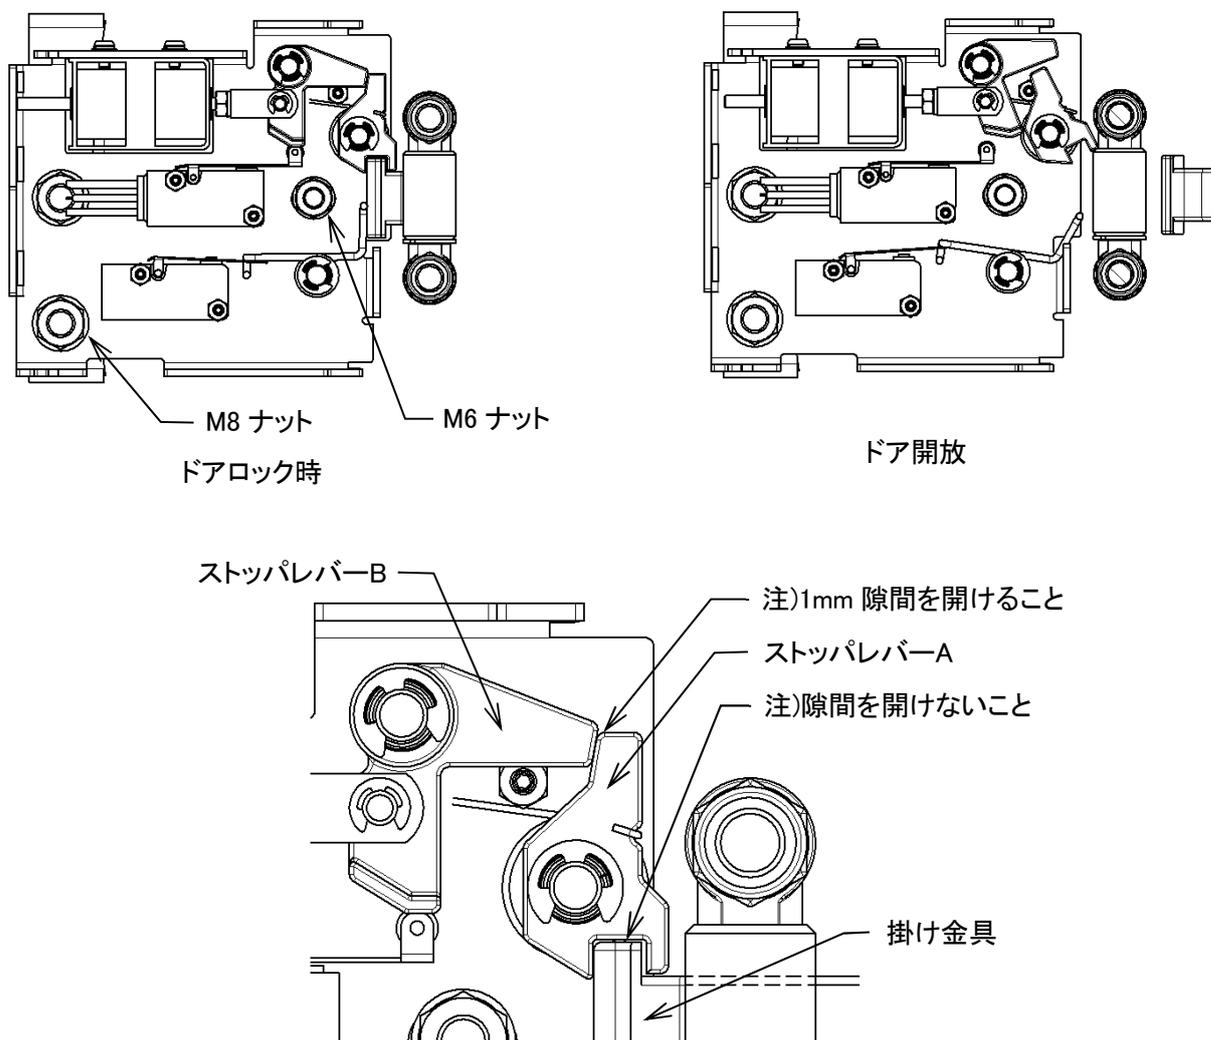

図8-9
- ・ ドアロック及びドア開放時、図 8-9 の様になっています。
- ・ ドアロック時、ストップレバーA,B と掛け金具が図 8-9 の様にかみ合う位置に来る様に六角穴付きボルトと六角穴付きビスを緩めドアロック部を左右にずらし調整します。